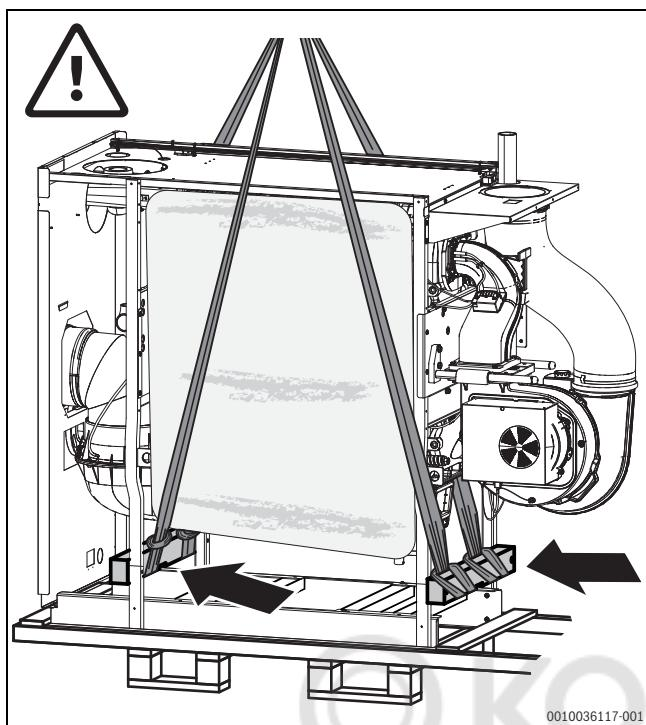

Рис. 12 Проводка строп через раму
- Закрепите стропы (круглые петли) на транспортных поддонах, вдоль рамы котла поднимите наверх и подвесьте за крюки крана (→Рис. 12).